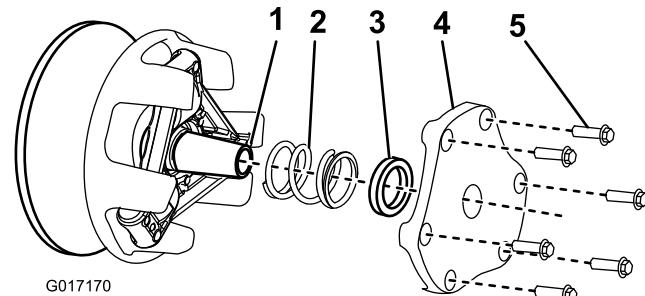

Figura 61
4. A parte la tapa, el espaciador y el muelle (Figura 61).